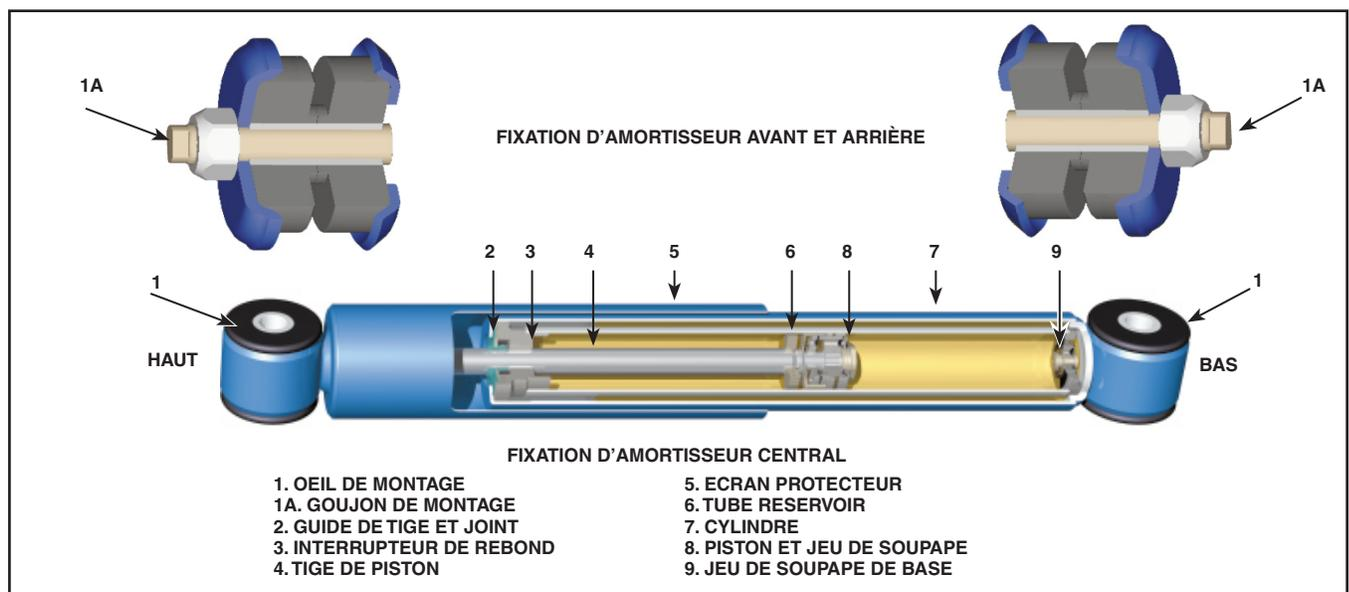

Figure 1 - Amortisseurs
Voir Figures 1 à 3.
Les amortisseurs employés sur les essieux avant, central (Artic seulement) et arrière sont de type à double action et à télescopage. Les principaux éléments des amortisseurs, montrés à la Figure 1, sont les suivants : piston et jeu de soupape (8), tige de piston (4), guide de tige et joint (2), cylindre (7), jeu de soupape de base (9), tube réservoir (6), écran protecteur (5) et yeux de montage (1) pour les amortisseurs centraux (Artic seulement), et les goujons (1A) pour les amortisseurs avant et arrière. Le cylindre (7) est complètement rempli d'un liquide hydraulique spécial, dont une quantité supplémentaire se trouve dans le tube réservoir.